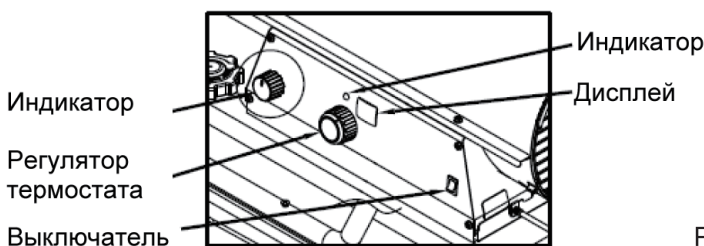

Рис. 7
3. Установите нужную температуру регулятором термостата (рис. 7);